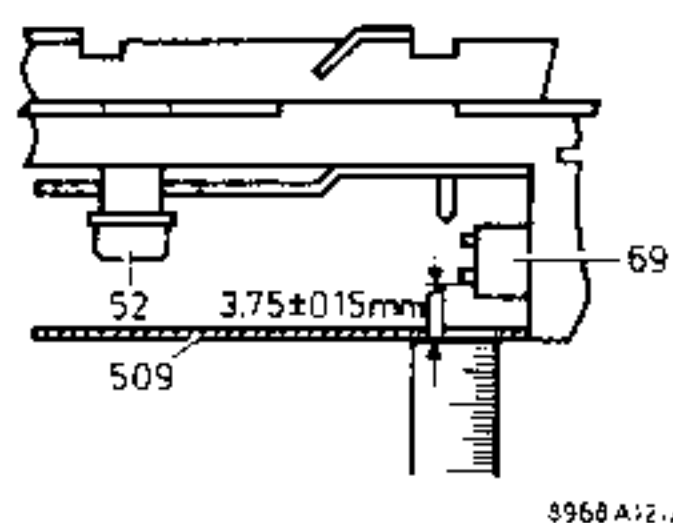

Fig. 2
- a. Kontrollieren der Kopfhöhe nach Abb. 2.
- a. Check height of the head according to Fig. 2.
- a. Instelling van de kophoogte (Fig. 2)